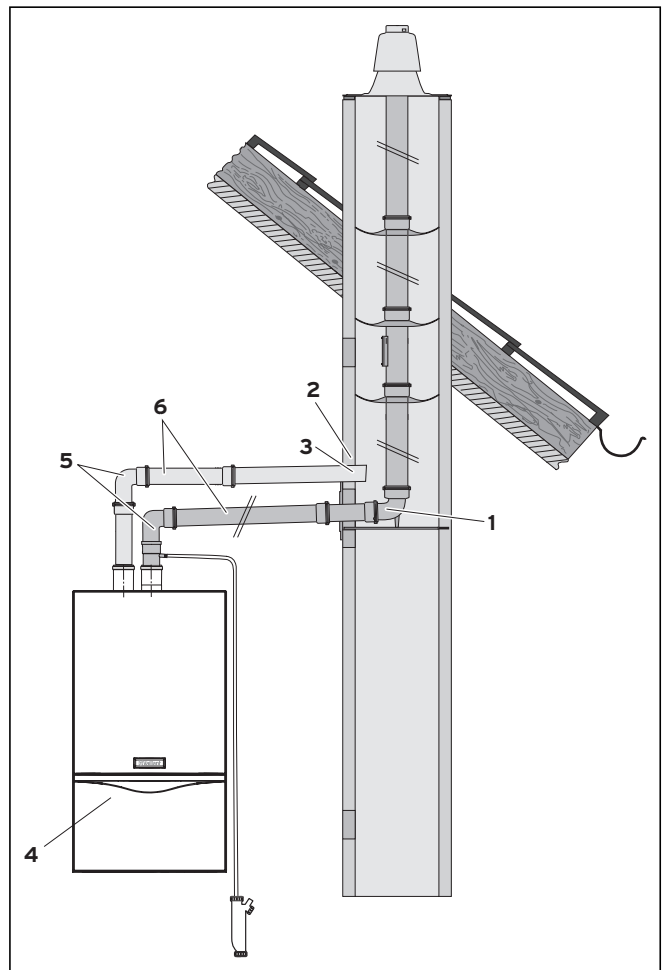

Рис. 6.19 Подача воздуха на горение из промежуточного пространства дымовой трубы
- Монтируйте отвод с опорной консолью (1, см. рис. 6.19) в дымовой трубе.
- Вставьте трубу воздуховода (3, см. рис. 6.19) в отверстие.
- Монтируйте подвеску аппарата и установите аппарат (4, см. рис. 6.19) (см. соответствующие руководства по монтажу).
- Вставьте отводы (5, см. рис. 6.19) труб дымохода/воздуховода в соответствующие разъемы разделительного устройства воздуховода/газохода.
- Монтируйте необходимые удлинители (6, см. рис. 6.19).